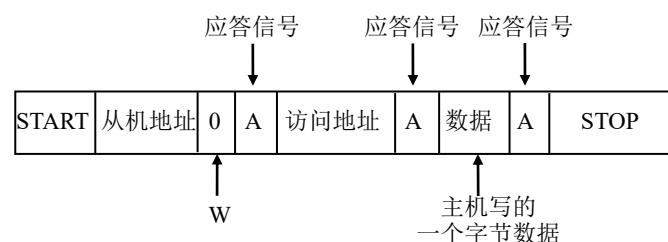

Figure 13-7 主机向从机写数据
如 Figure13-7 所示，主机要向从机写 1 个字节数据时，主机首先产生 START 信号，然后紧跟着发送一个从机地址，这个地址共有 7 位，紧接着的第 8 位是数据方向位 (R/W)，0 表示主机发送数据（写），1 表示主机接收数据（读），这时候主机等待从机的应答信号 (A)，当主机收到应答信号时，发送要访问的地址，继续等待从机的应答信号，当主机收到应答信号时，发送 1 个字节的数据，继续等待从机的应答信号，当主机收到应答信号时，产生停止信号，结束传送过程。